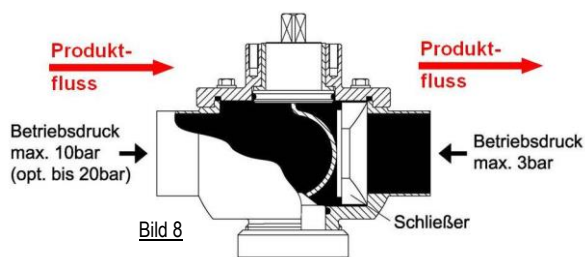

Bild 8
Temperatur	Betriebsdruck max. (siehe hierzu auch Bild 8)
- Die Position des Schließers im Bogenventil / Molchweiche ist so zu wählen, dass die Produktflussrichtung den Schließer immer gegen den Ventilauslass drückt (siehe Bild 8)